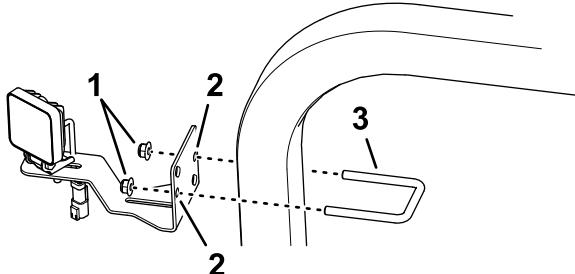

图 6
1. 如**图 6**所示用 U 形螺栓 3/8 x 2-7/16 x 2-13/16 英寸和凸缘锁紧螺母将 LED 灯和支架安装到 ROPS 管上。